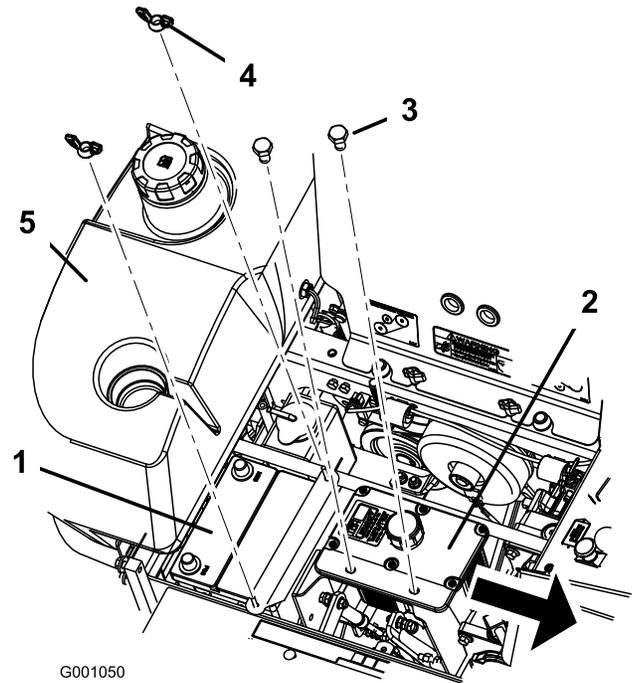

Figura 48
6. Retire ambas tuercas de orejeta (1/4 pulg.) que fijan la brida de la batería (Figura 48).
7. Retire los dos pernos que sujetan el depósito de aceite hidráulico (Figura 48).
6. Fije la batería con pernos en J, una brida de sujeción y 2 arandelas (1/4 pulg.), y 2 tuercas de orejeta (1/4 pulg.) (Figura 48).